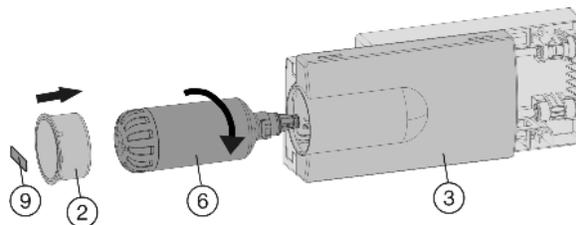

Fig. 58
- ▶ Mettre le couvercle du tiroir *Fig. 58 (3)* en place.
- ▶ Mettre le filtre à eau *Fig. 58 (6)* en place et le tourner d'env. 100° vers la droite jusqu'à la butée.
- ▶ Poser le couvercle du filtre *Fig. 58 (2)*.
- ▶ Inscire la date du dernier remplacement sur l'autocollant fourni *Fig. 58 (9)* puis le coller sur le module.